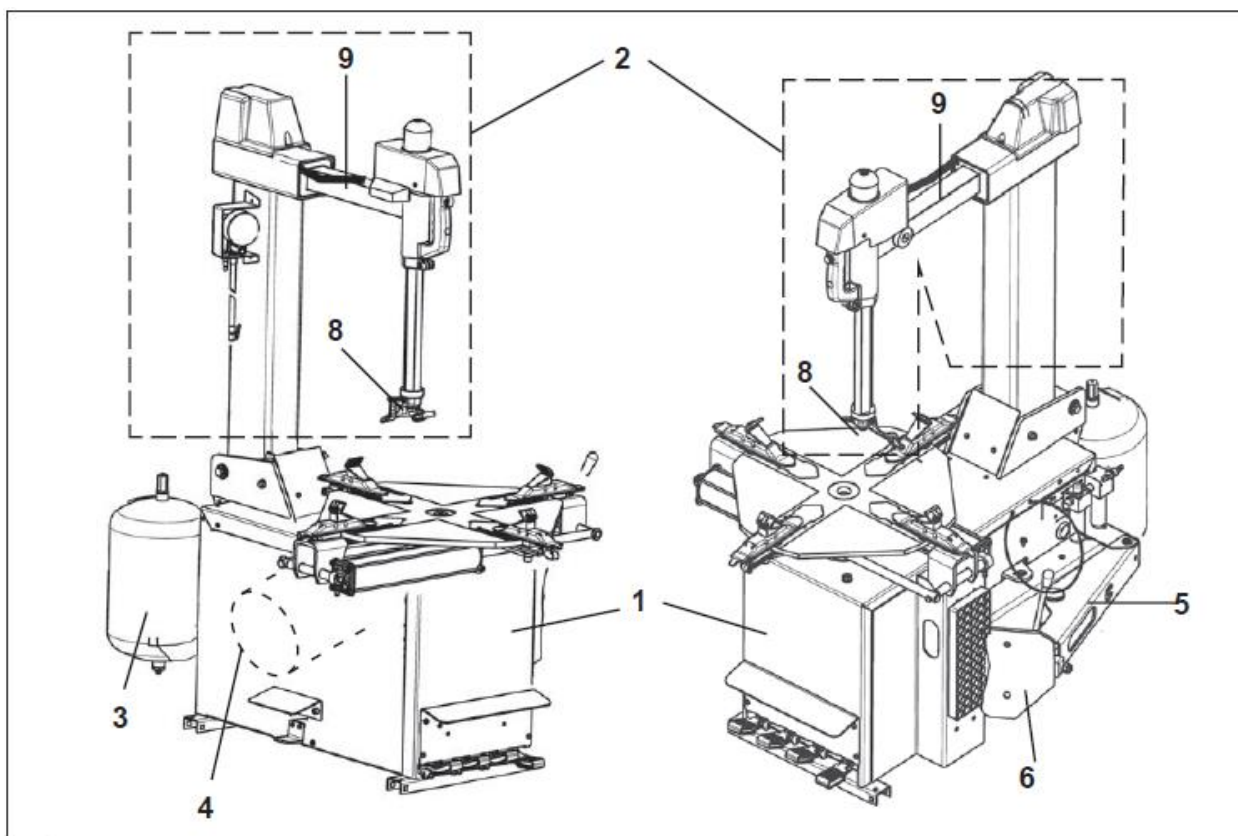

Рис. 4
Стенд обычно упаковывается на коробке-паллете, и состоит из следующих основных блоков (рис. 4):
- b) Распакуйте стойку 2 (рис. 4) и поставьте её вертикально на станке;
- f) Вставьте рычаг 10 (рис.4) на раму станка. Закрепите рычаг с помощью болта 13 и шайбы 14.
- g) На отжимном цилиндре в сборе 2 (рис.4) установить амортизатор 15 на шток 3. Установить пружину 16 на шток 3. Вставьте стержень в специальное отверстие 17 на рычаге отжима 10, установите шайбу 18 и самоконтрящуюся гайку 19 на шток.
- i) Установите «лопату» отжима 21 (рис.4) на конце рычага; установите шайбу 22 внутри E. Закрепите «лопату» отжима 21 на рычаге с помощью винта 23, шайбы 24 и гайки 25.